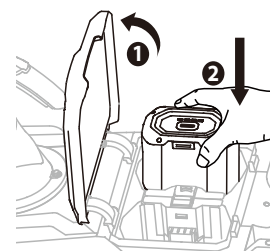

Fig. 4
1. Levante la tapa de la batería. (1, Fig.4)
3. Alinee las nervaduras del paquete de baterías con las ranuras de montaje del puerto de baterías. Introduzca el paquete de baterías en el porta baterías hasta que oiga un "clic". Asegúrese de que el pestillo encaje en su lugar y la batería se sienta segura. (2, Fig.4)